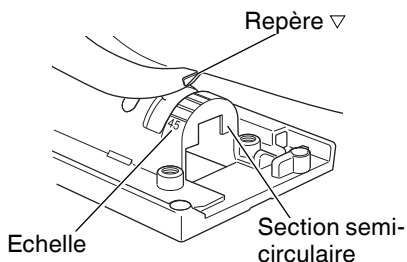

Fig. 14
(2) Aligner l'échelle (de 0 degré à 45 degrés par incréments de 15 degrés) de la section semi-circulaire de la base sur le repère [▽] du couvercle du réducteur. (Fig. 14)